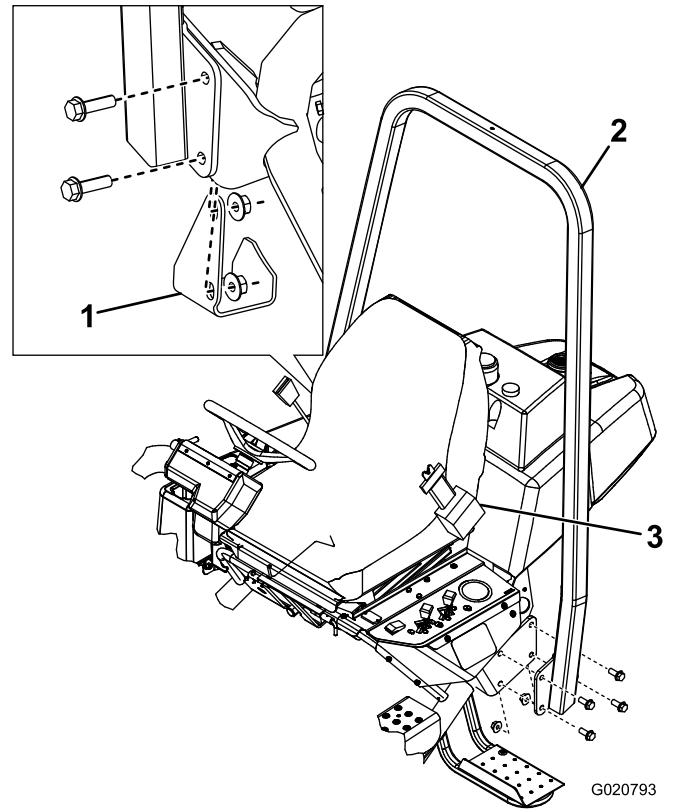

Figura 6
- Baje el bastidor ROPS (Figura 6) sobre los soportes de montaje, alineando los taladros de montaje.